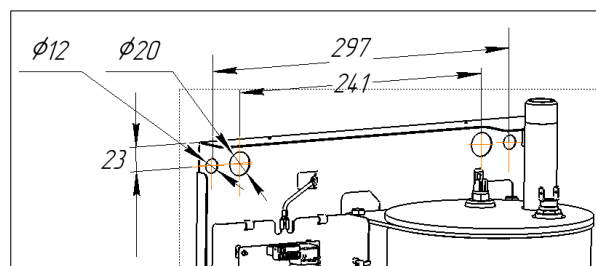

Рисунок 4. Присоединительные размеры для крепления котла
(1) Проверьте прочность стены (вертикального основания) на которую планируется установка котла. При необходимости выполните усиление стены. Выполните разметку отверстий в стене под крепление котла, размеры для крепления приведены на рис.4.
(2) Просверлите отверстия в основании, на которые планируется крепить котел. Присоединительные размеры для крепления котла приведены на рис.4